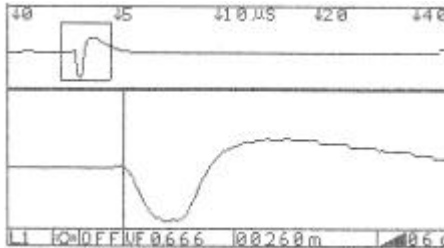

Fig 5
- (1) Kortslutning: Direkte kontakt mellom to ledere i kabelen. Dette forårsaker en klar negativ refleksjon på ekkogrammet (skjermen), se Fig 5